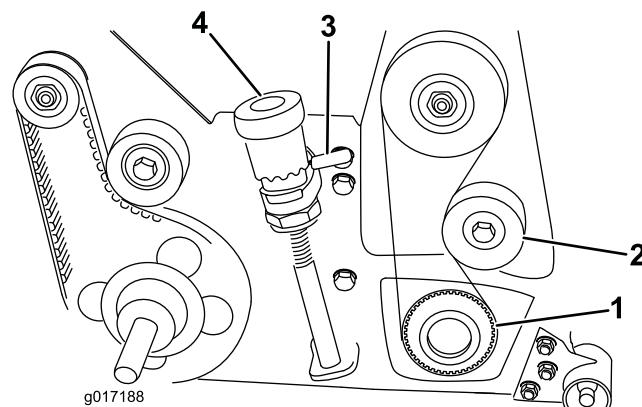

Figure 11
26. À l'aide d'un rochet de 1/2" et d'une rallonge, remettez en place la poulie d'entraînement et la courroie sur l'arbre du cylindre (Figure 11). Servez-vous d'un bloc en bois pour empêcher le cylindre de tourner. Serrez la poulie à un couple de 54 à 81 Nm (40 à 60 pi-lb).
28. Reposez le couvercle de l'entraînement du cylindre sur la plaque latérale au moyen des (4) vis retirées précédemment.
29. Contrôlez l'assemblage du nettoyeur. Tournez les deux leviers de levage rapide pour relever le cylindre nettoyeur en position de transport (Figure 11). Corrigez tout problème et contrôlez une nouvelle fois l'assemblage.